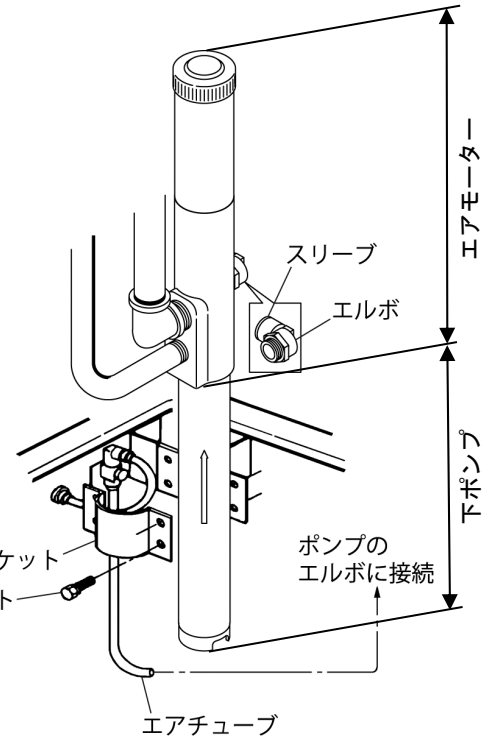

Fig.11
- 2) ポンプのエア供給口エルボに付いているスリーブを押しながらエアチューブを外してください。(Fig.11)